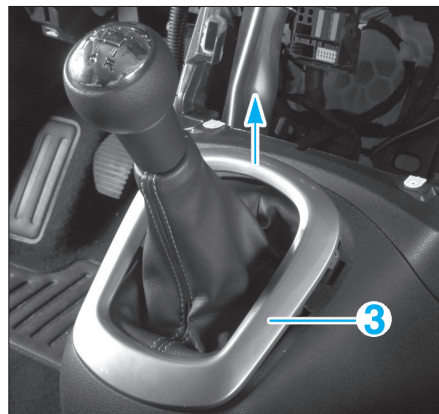

FIG. 8
- l'enjoliveur (3) de pommeau de levier de vitesses à l'aide d'un outil plat non tranchant (Fig.8),